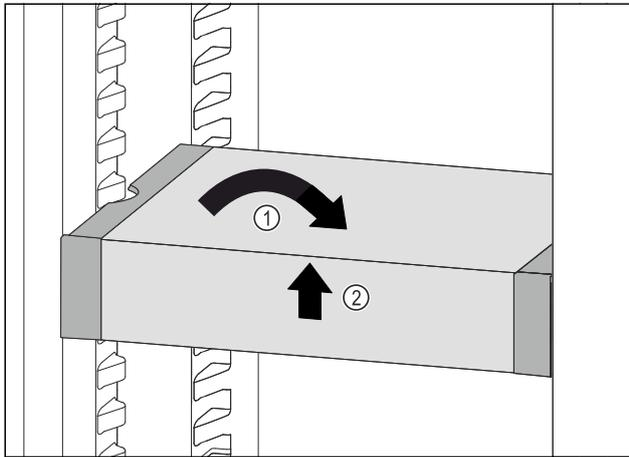

Fig. 90
- ▶ Coloque el VarioSafe en posición recta. Fig. 90 (1)
- ▶ Levante el VarioSafe por delante. Fig. 90 (2)